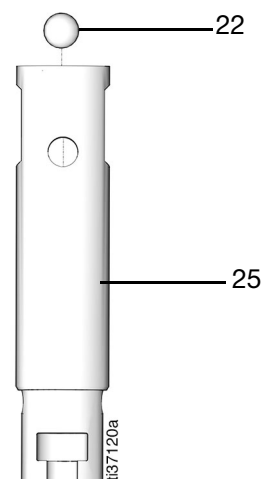

図 56
10. ボール (22) をポンプピストン (25) に戻します (図 56)。